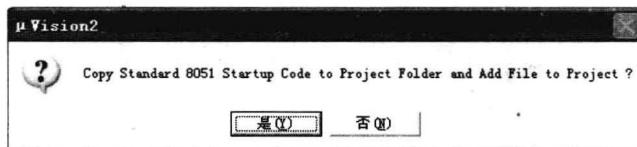

图 1-5 询问对话框
(4) 选择完器件后，单击【确定】按钮，弹出如图 1-5 所示的询问对话框。单击【是】按钮，建立工程完毕。